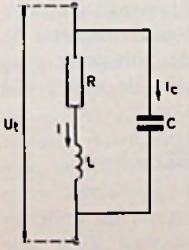

Fig. 4
c. De stroom I kan worden ontbonden in een component I_w , die in fase is met de netspanning U_t , en een component I_{w1} , die 90° in fase achter is t.o.v. U_t . Omdat $\cos \varphi = 0,6$ (dus $\sin \varphi = 0,8$), is deze laatste component $I_{w1} = 0,8 I = 2$ ampère. Om de totale stroom in fase te doen zijn met U_t (dus $\cos \varphi = 1$), moet parallel met het apparaat een element worden geschakeld, dat een wisselstroom I_c van 2 ampère opneemt, welke stroom 90° in fase vóór moet zijn t.o.v. U_t . Dit is een condensator (fig. 4) met een reactantie van $220/2 = 110 \Omega$.